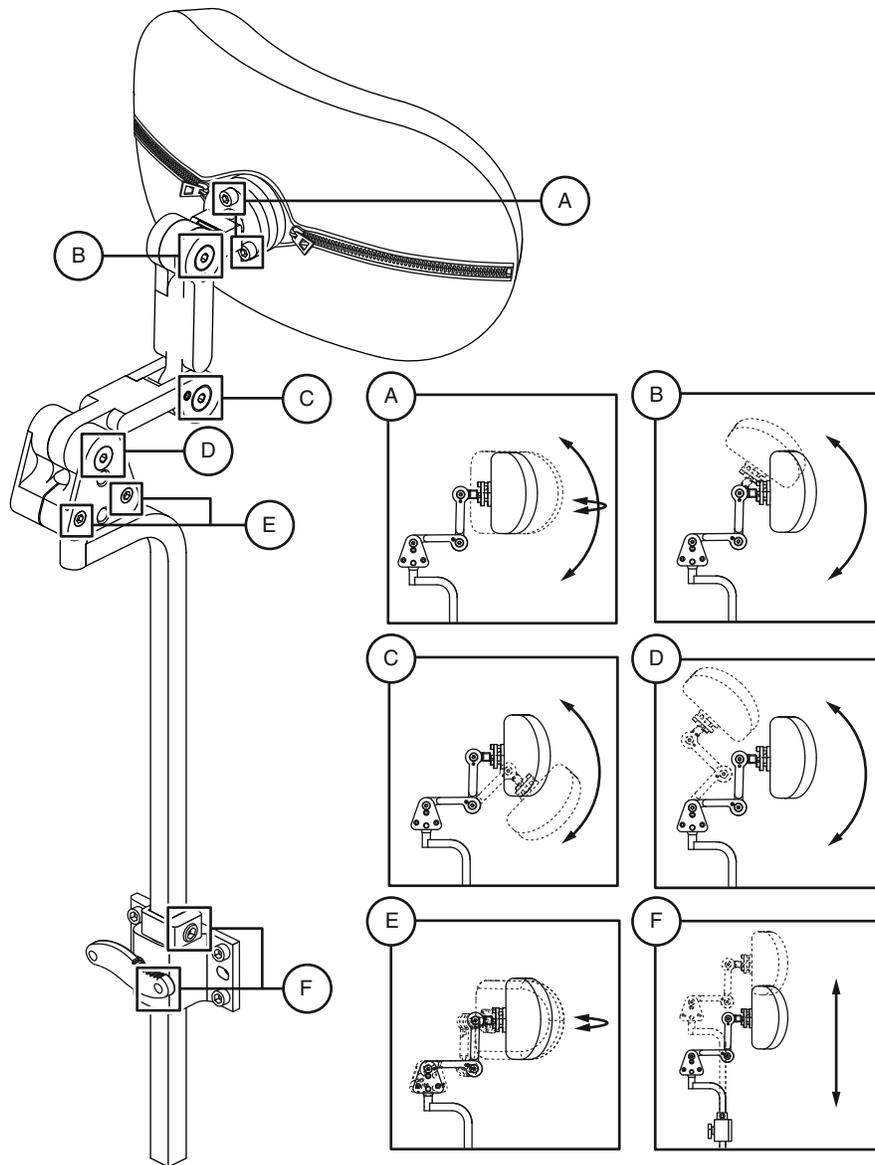

Figura 15. Le componenti di regolazione per il poggiatesta
- Allentare le viti di regolazione che corrispondono alle regolazioni desiderate. **Vedere figura 15.**